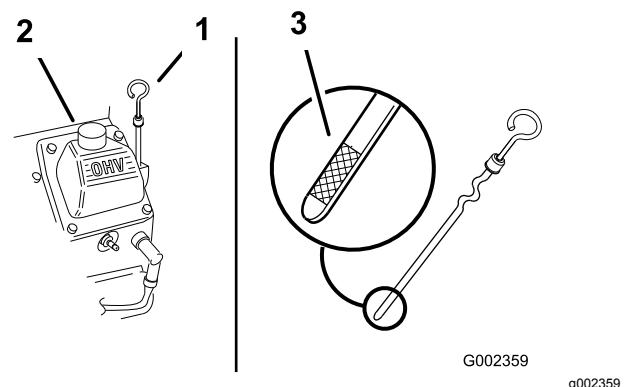

Figure 45
3. Retirez la jauge, essuyez-la sur un chiffon et remettez-la en place en prenant soin de l'enfoncer au maximum (Figure 45).
Le niveau d'huile doit se situer entre les repères maximum (« F ») et minimum (« L ») sur la jauge (Figure 45).
5. Si le niveau est en dessous du repère minimum, enlevez le bouchon du tube de remplissage (Figure 45) et faites l'appoint d'huile spécifiée jusqu'à ce que le niveau atteigne le repère maximum.
2. Nettoyez la surface autour de la jauge d'huile (Figure 45) pour éviter que des impuretés tombent dans l'orifice de remplissage et endommagent le moteur.